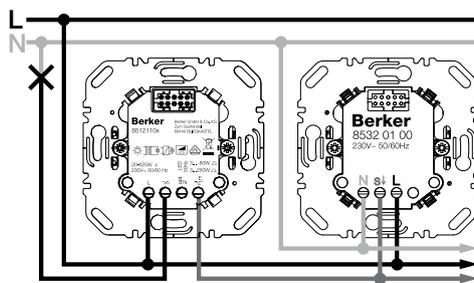

Figura 2: Elemento de conmutación o de regulación de luz universal con estación supletoria para detector de movimiento
- Conectar la estación supletoria para detector de movimiento según el esquema de conexiones (figura 2 o 3).